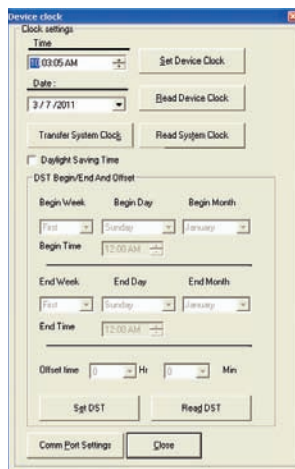

Fig. 7
- Selecione o comando de menu Transfer > Device Clock. Com isso a janela Device Clock aparecerá como mostrado na janela Device Clock, abaixo na Fig. 7.
- Selecione o comando de menu Transfer > Device Clock. Com isso a janela Device Clock aparecerá como mostrado na Fig. 7.